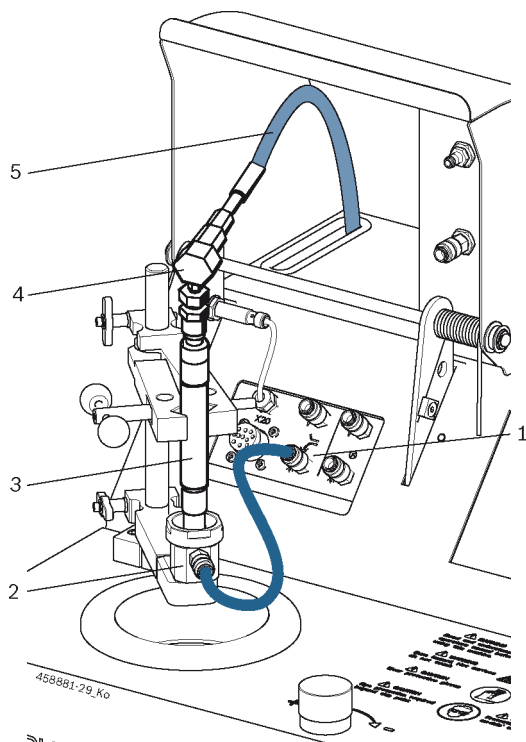

Рис. 37. Схема подсоединения форсунки DHK/UI
3. Закрепите форсунку DHK/UI (рис. 37, поз. 3) в зажиме (рис. 3, поз. 3).
4. Подсоедините шланг высокого давления при помощи соединительного переходника (рис. 37, поз. 4, 5) к форсунке DHK/UI.
5. Подсоедините шланг 1 680 712 362 к быстроразъемной муфте топливopриемной камеры (рис. 37, поз. 2) и к «промывочному и контрольному соединению DHK/UI» (рис. 37, поз. 1).